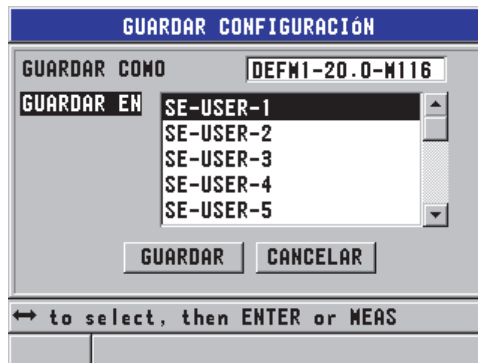

Figura 10-17 Pantalla **GUARDAR CONFIGURACIÓN**
4. En la pantalla **GUARDAR CONFIGURACIÓN** (véase la Figura 10-17 en la página 206):